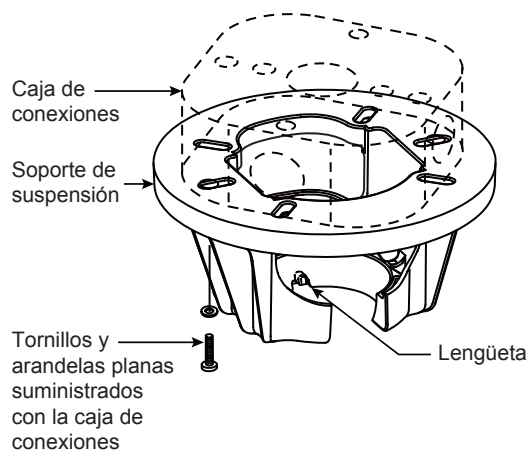

Figura 3
Uso del soporte (Figura 3)
3. Afloje los dos tornillos de fijación del soporte del barral de soporte para techo a través de la varilla. Introduzca los cables de color negro, blanco y azul a través de la varilla. (Figura 3)
- ☐ 1. Fije bien el soporte de suspensión a la caja de conexiones con los tornillos y las arandelas planas suministrados con la misma. (Figura 3)
NOTA: Se deben pasar los tornillos de la caja de conexiones a través de los orificios que se encuentran en el soporte de suspensión. (Figura 3)
- ☐ 3. Con cuidado, levante el ventilador y apoye la unidad del barral/de la semiesfera en el soporte de suspensión que acaba de fijar a la caja de conexiones. (Figura 4) Asegúrese de que la ranura en la semiesfera esté alineada con el reborde del soporte de suspensión. (Figura 3)
2. Deslice el receptor en el soporte de suspensión antes de realizar el cableado como se muestra en la figura 3.
3. Para que el ventilador sea funcional, instale las pila (incluidas) de 23A/12V en el transmisor del mando a distancia. Mientras el ventilador esté apagado. A continuación, siga el proceso de fijación remota de código. Si no se utiliza el ventilador durante un largo periodo de tiempo, extraiga la batería para evitar cualquier daño al transmisor. Almacene el mando a distancia en un lugar alejado del calor o la humedad excesiva. (Figura 3)